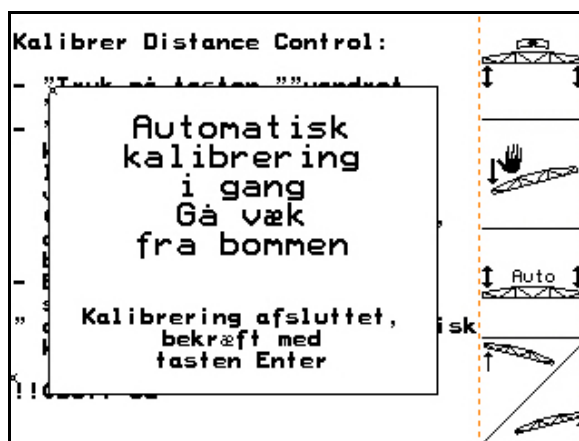

Fig. 33
- Når den automatiske kalibrering er afsluttet, vises dette på computeren (Fig. 33).